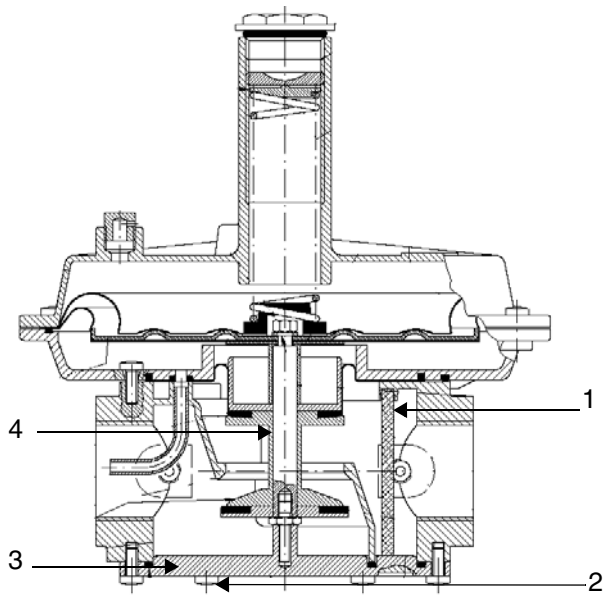
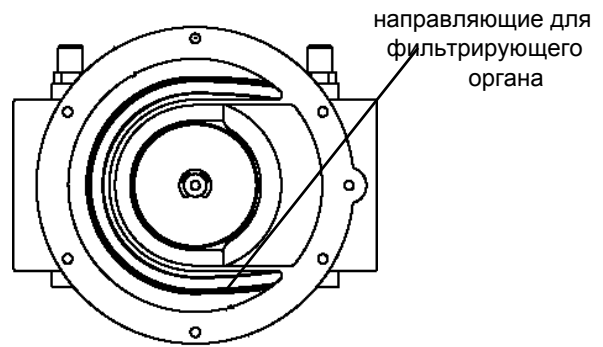

Рис. 36 - резьбовой корпус
Рис. 37
Чтобы проверить состояние фильтрующего органа (1) на **резьбовых корпусах** (см Рис. 36):
- снять нижнюю крышку, открутив крепежные винты (2);
- отсоединить фильтрующий орган (1), почистить его с водой и мылом, продуть его сжатым воздухом и заменить, если необходимо;
- установить в первоначальное положение, убедившись, что он ложится на соответствующие направляющие (как на Рис. 37);